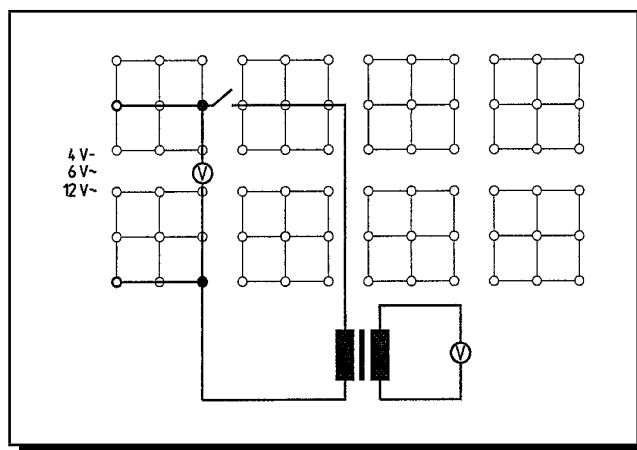

Figura 3.25: Funcionamiento del transformador
- 1 Realice el montaje como se muestra en la Figura 3.25, las bobinas primaria y secundaria deben, primero, tener el mismo número de espiras ( $N_s = N_p = 400$ ).